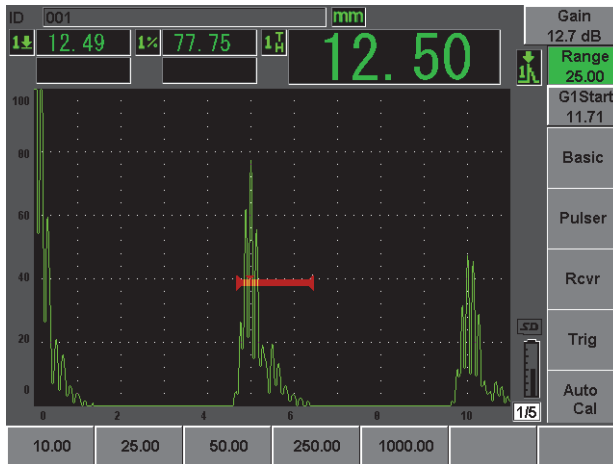

图 2-18 范围值
16. 按 [**范围**]，随后将屏幕范围调整为所需的设置（参见第 48 页的图 2-18）。